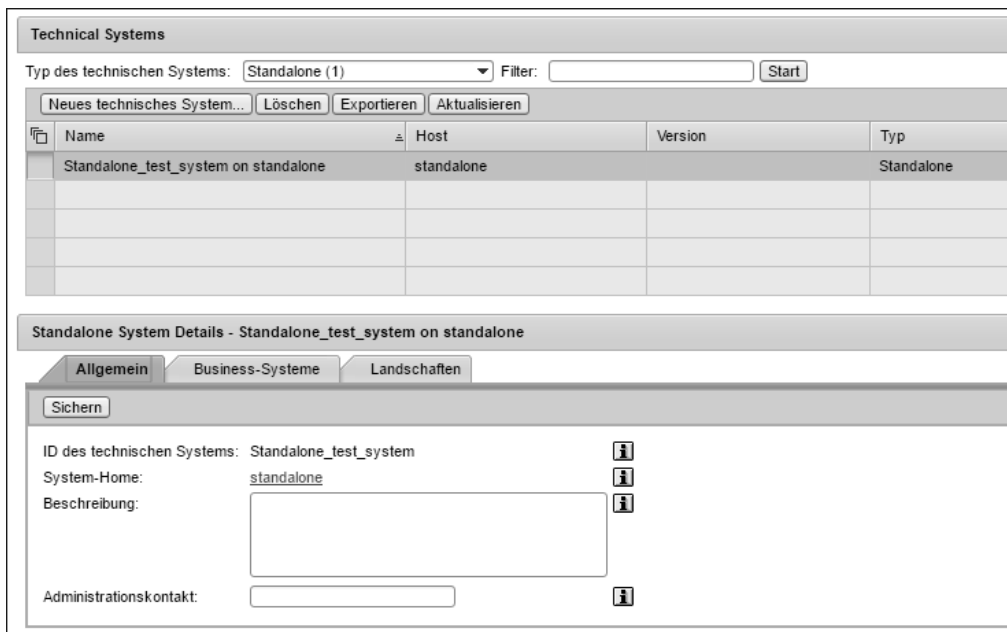

Abbildung 4.21 Technisches System vom Typ Standalone im SLD
- Geben Sie hier die notwendigen technischen Daten **ID des technischen Systems** und **System-Hostname** ein. Abschließend klicken Sie auf **Fertig stellen** (siehe Abbildung 4.21).